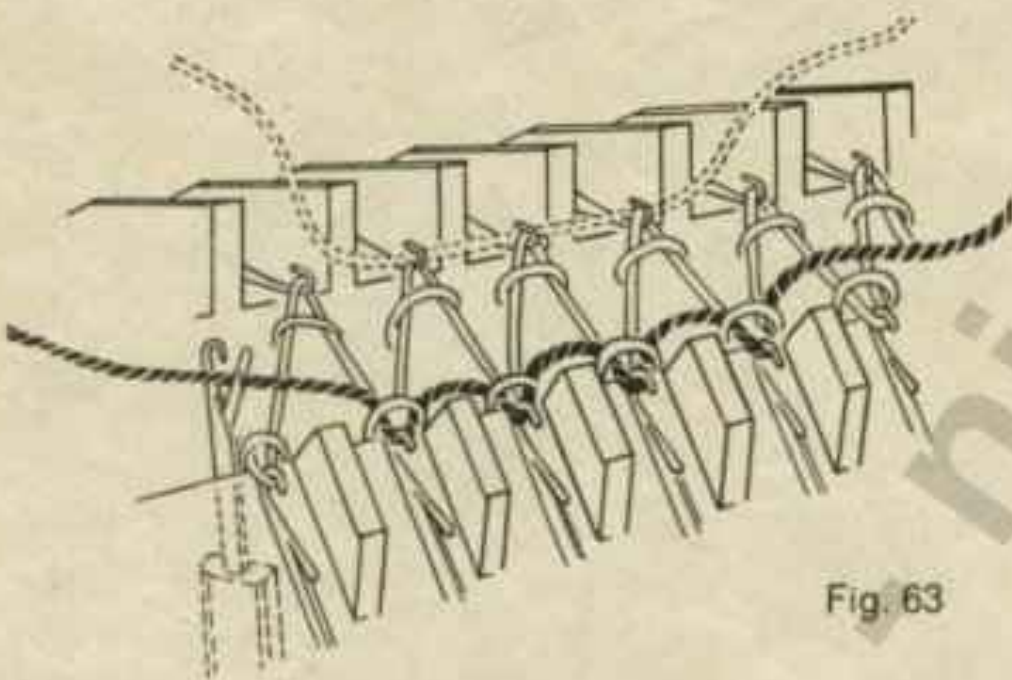

Fig. 63
**Auf dem hinteren Bett** die 4. bis 6. Nadel (die 3 Nadeln zwischen den vorderen) hochschieben und mit einem zweiten Stück fremden Fadens von Hand abstricken, Fig. 63.
Die Enden der fremden Fäden mit der grünen Hilfsnadel von unten zwischen den Nadelbetten durch das Gestrück herabziehen, Fig. 63 links.